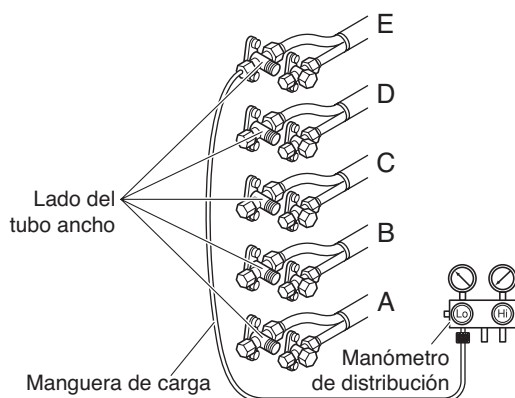

Fig. 23
- (2) Conecte el manómetro de distribución a la entrada de carga de la válvula del lado del tubo ancho E. Purgue el aire desde la manguera de carga. (Consulte la Fig. 23.)
- (3) Realice la operación de refrigeración o la de refrigeración forzada.
Cuando la presión del lado de baja presión sea de 0,05 – 0,1 MPaG (0,5 – 1 kg/cm2G), cierre completamente los vástagos de las válvulas del lado de los tubos anchos A, B, C, D y E, y pare inmediatamente la operación. (Consulte la Fig. 23.)